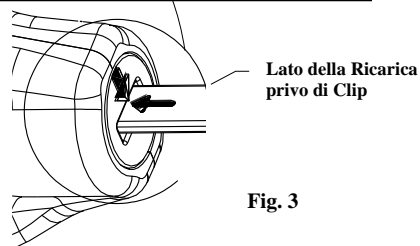

Fig. 3
3. Allineare la freccia sita sul retro dell'Applicatore, con la freccia sulla Cartuccia, come mostrato dalla fig. 3 (La Freccia sulla Cartuccia è sita sul lato privo di Clip)